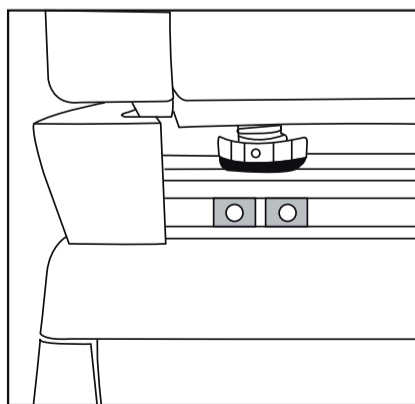

Figura 15
Usare la Copertura Anteriore (6a;6b) per assemblare il corpo dell'asciugatrice al profilo di supporto (1). (Figura 15)
Muovere i 2 dadi (3) attraverso il canale del profilo di supporto (1) sulla parte anteriore che è stato già assemblato nel punto 3. (Figura 15)